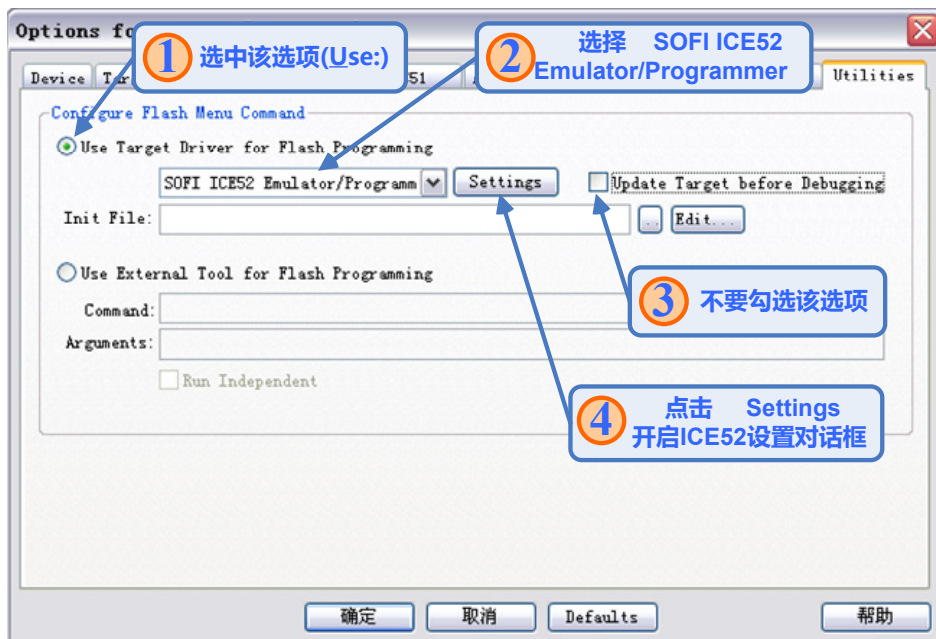

图 4.23 Keil 编程设置
1) 点击工具栏按钮 , 然后点击 Unitilies 选项页, 按图 4.23 中的设置步骤进行设置。